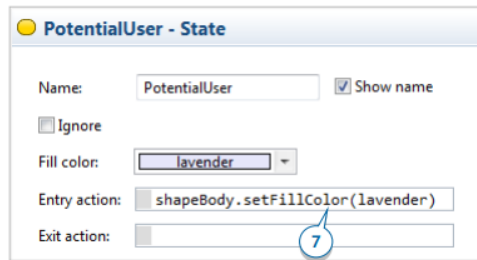

Рисунок 3.6 – Код *Java*
7. Введіть наступний код *Java* у поле *Entry action* стану: *shapeBody.setFillColor(lavender)* (рис. 3.6).